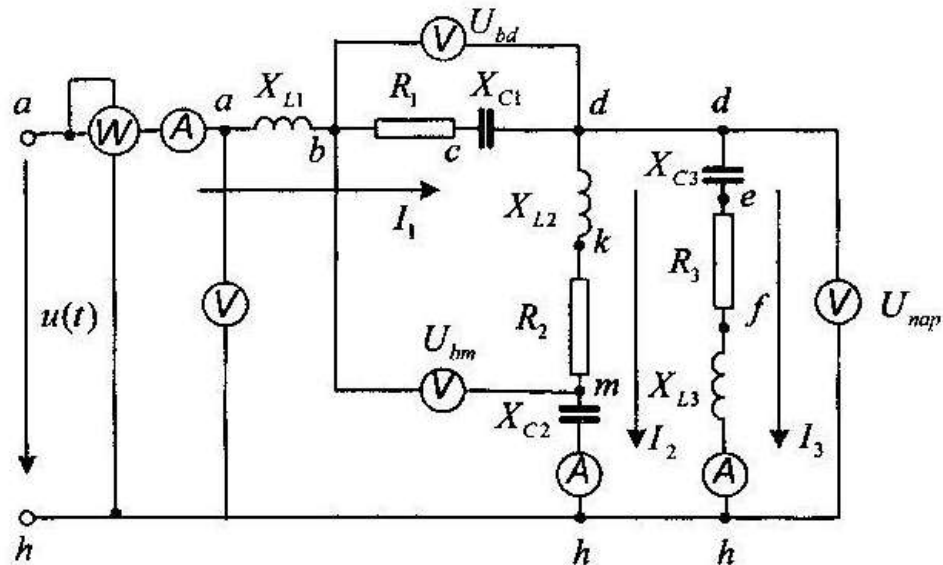

Рис. 4.1. Электрическая цепь
1. По базе данных (табл. 4.1) для своего варианта определить параметры электрической цепи (рис. 4.1), питающейся от однофазной сети несинусоидального тока
Для первой и третьей гармоник расчетные схемы аналогичны исходной схеме рис. 4.1. Индуктивные и емкостные сопротивления для первой гармоники приведены в табл. 4.2. Индуктивные и емкостные сопротивления для третьей гармоники определяются уравнениями: